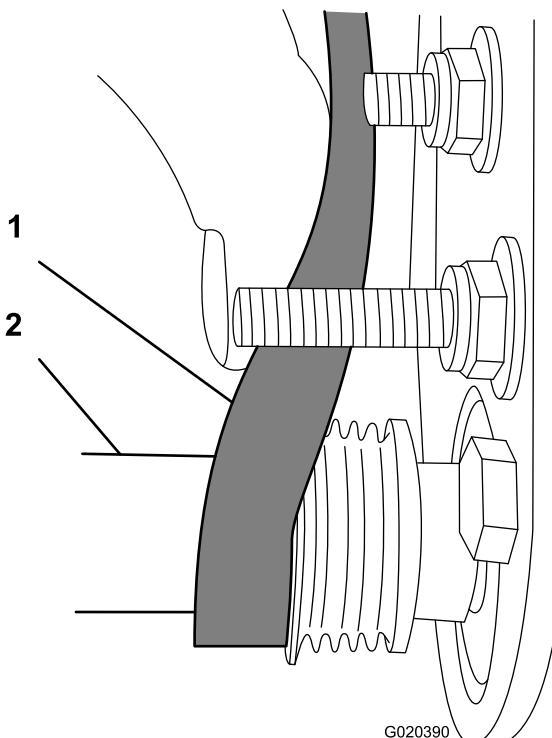

Рисунок 25
- С. Используйте глубокую головку на 9/16 дюйма для вращения щетки в сборе и установки ремня на ведомый шкив (Рисунок 25).